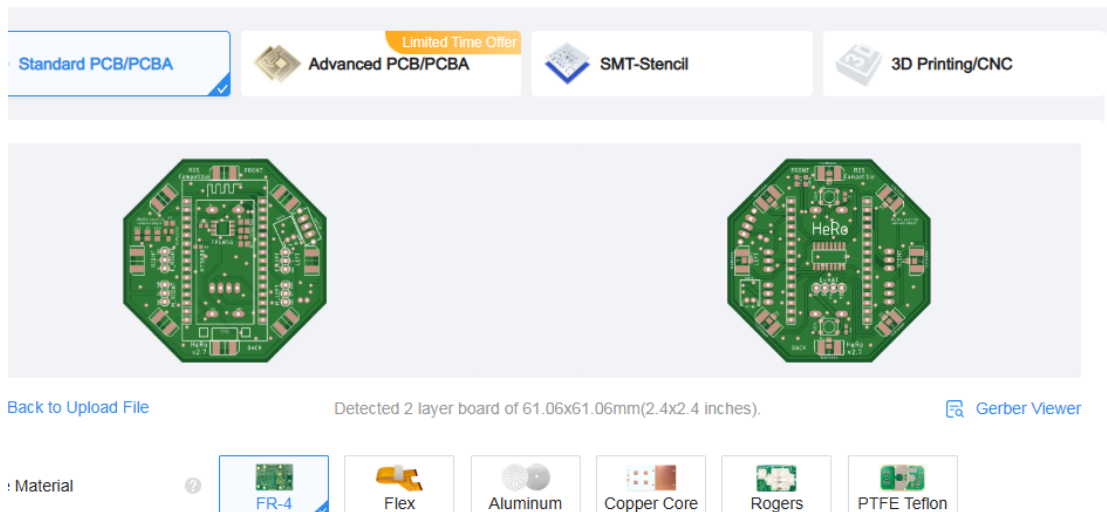

Ilustración 16 Proyecto abierto en JLCPCB.
Paso 5.4: Se verá lo siguiente (Ilustración 16).